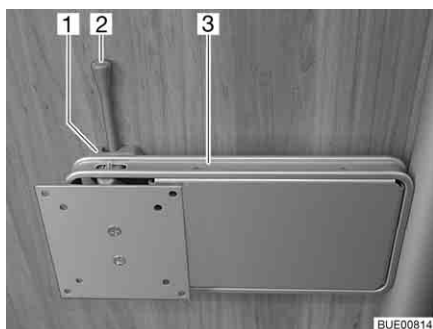
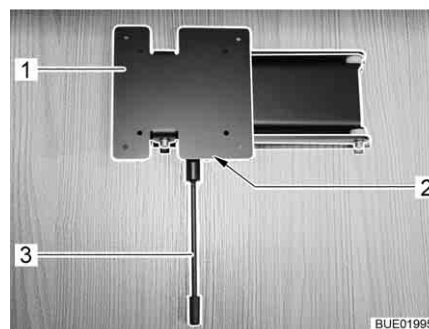

Fig. 46 Supporto su colonna
Fig. 47 Supporto su colonna (alternativa)
- Spingere la leva di sbloccaggio (Fig. 46,2 o Fig. 47,3) di lato o verso il basso e ruotare il supporto (Fig. 46,3 o Fig. 47,1) con lo schermo piatto nella posizione desiderata.
- Riportare indietro lo schermo piatto finché il supporto (Fig. 46,3 o Fig. 47,1) si innesta nel bloccaggio (Fig. 46,1 o Fig. 47,2).